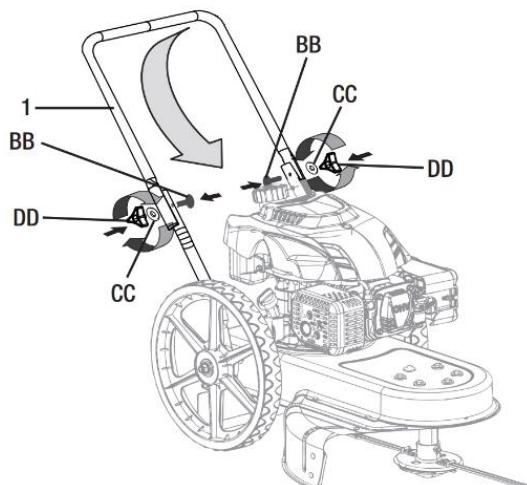

Рис. 1
1. Поднимите нижнюю часть рукоятки (1) и зафиксируйте ее используя болты M8 (AA), шайбы (CC) и баращковые гаек (DD) как показано на рис.1.